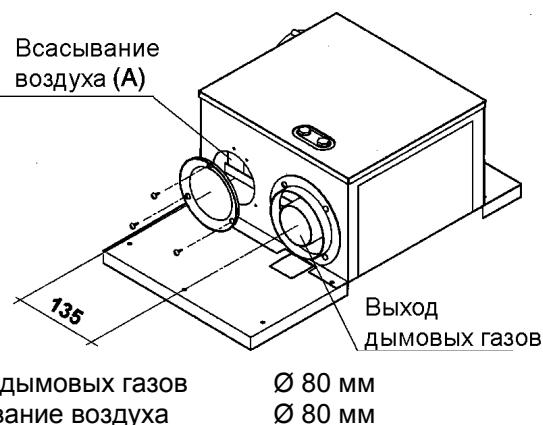

Рис. 3.13
Воздуховод для забора воздуха присоединяется к входу (A), для чего сначала необходимо снять заглушку, закрепленную 3 винтами (рис. 3.13).